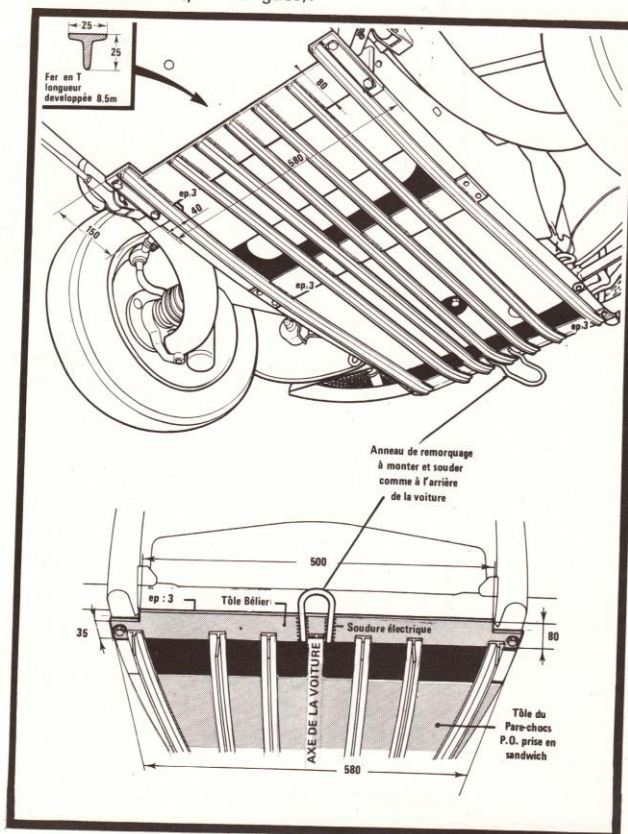

FIGURE 7
- Montage d'un carénage de protection sous moteur et boîte de vitesses avec crochet de remorquage avant (Fig. 7), prévoir dégagement pour bouchon de vidange et les 2 vis de fixation avant moteur.